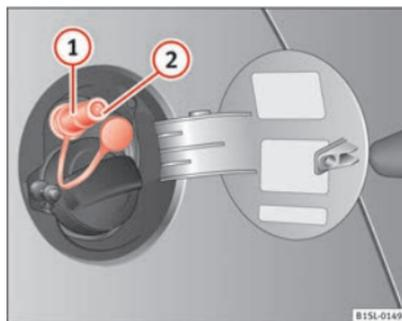

Fig. 110 Sportellino del serbatoio aperto: bocchettone di rifornimento del gas ①, anello di tenuta del bocchettone di rifornimento ②.
- Togliere il tappo del bocchettone di rifornimento del gas ⇒ fig. 110 .